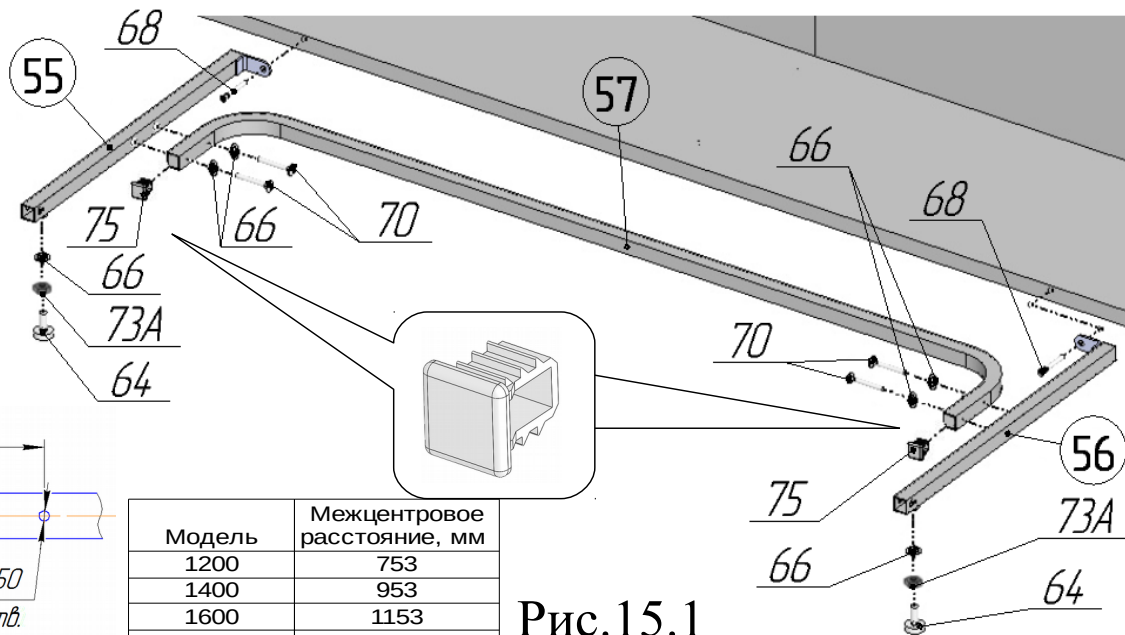
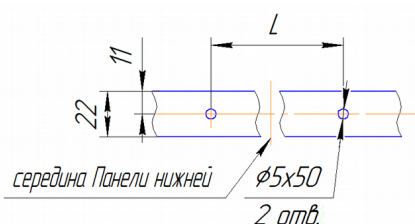
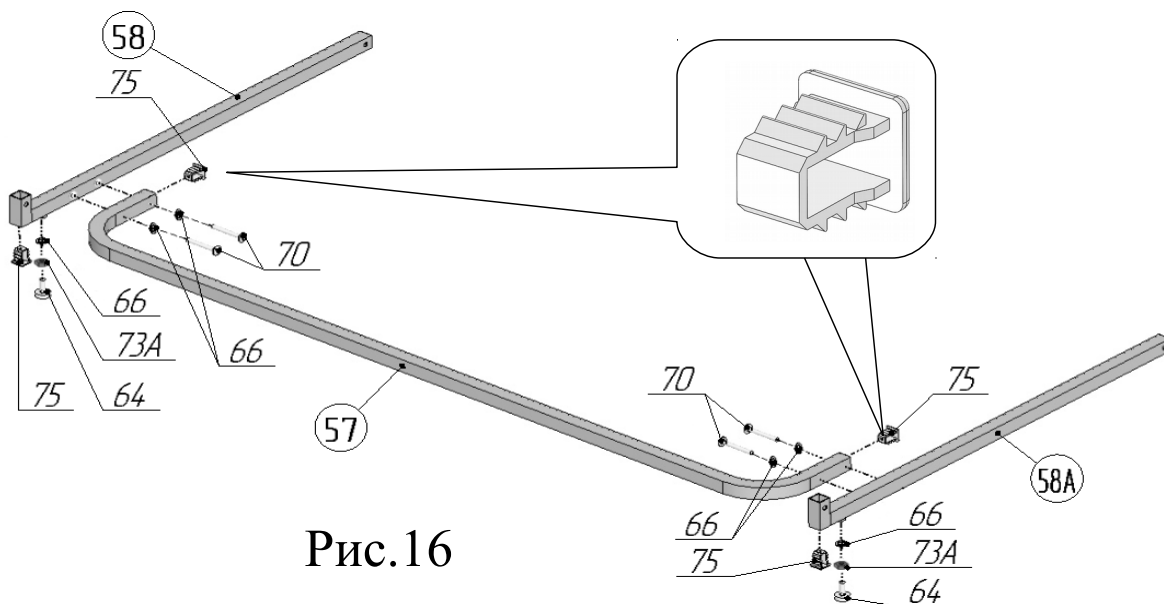

Рис.15.1
Рис.15.2
Рис.16
17. В торцы перемычки поз.57 вставить заглушки 20x20 поз.75в соответствии с рис.15.1 . К перемычке поз.57 присоединить упоры поз.55 и поз.56, используя винты М6х35 поз.70 и шайбы стопорные поз.66 в соответствии с рисунком 15.1. Во встроенные гайки упоров поз.55,56 вернуть ножки поз.64, предварительно навинтив на них гайки М8 ГОСТ поз.73А и надев на стержни ножек шайбы стопорные поз.66. Просверлить в панели нижней поз.43 отверстия $\phi 5 \times 50$ с координатами в соответствии с рис.15.2 и таблицей. Присоединить собранную конструкцию к коробу
с помощью винтов-конфирматов поз.68 (рис.15.1).
вставить заглушки 20x20 поз.75. К перемычке поз.57 присоединить ноги поз.58, 58А, используя винты М6х35 поз.70 и шайбы стопорные поз.66 в соответствии с рисунком 16. Во встроенные гайки ног поз.58 и 58А вернуть ножки поз.64, предварительно навинтив на них гайки М8 ГОСТ поз.73А и надев на стержни ножек шайбы стопорные поз.66. В ноги поз.58 вставить заглушки 20x20 поз.75 в соответствии с рисунком 16. После окончательной сборки стола отрегулировать ножки поз.64, установленные в данном пункте и п.16. Затянуть гайки поз.73А таким образом, чтобы шайбы поз. 66 оказались прижаты к ногам поз.58, 58А (рис.16) и упорам поз.55,56 (рис. 15.1).